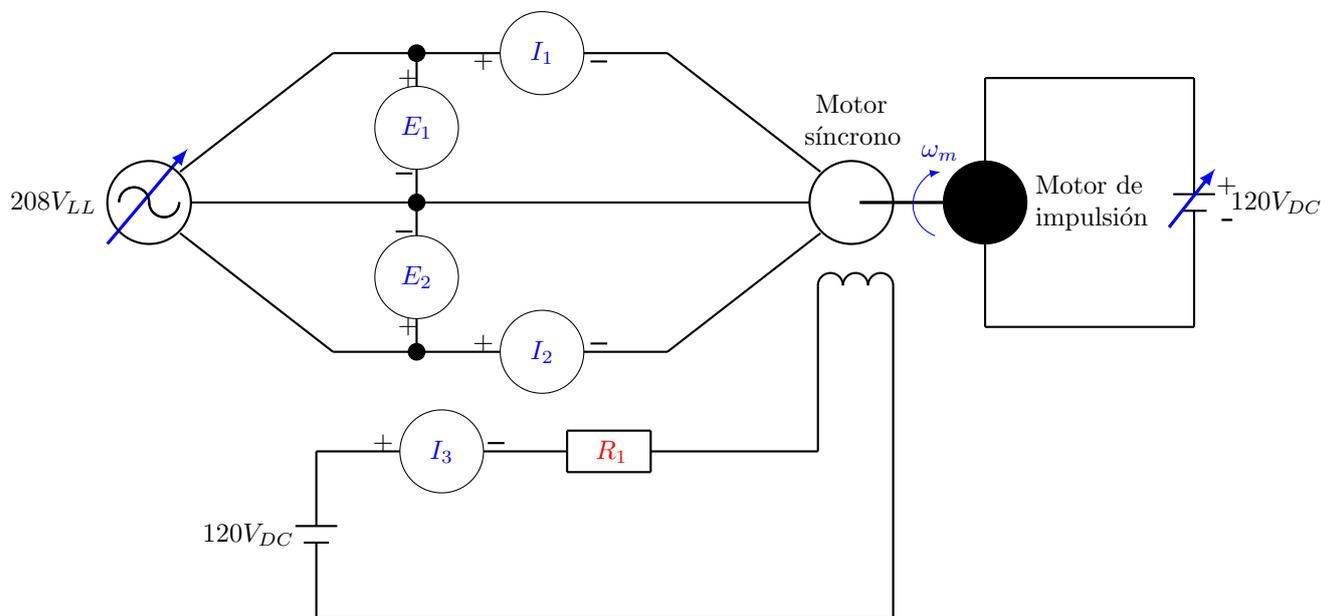

Figura 20: Motor síncrono acoplado al dinamómetro.
5. Conecte los equipos como lo muestra la figura 20. Realice la conexión en paralelo de las tres secciones del módulo carga resistiva para obtener la resistencia R_1 .